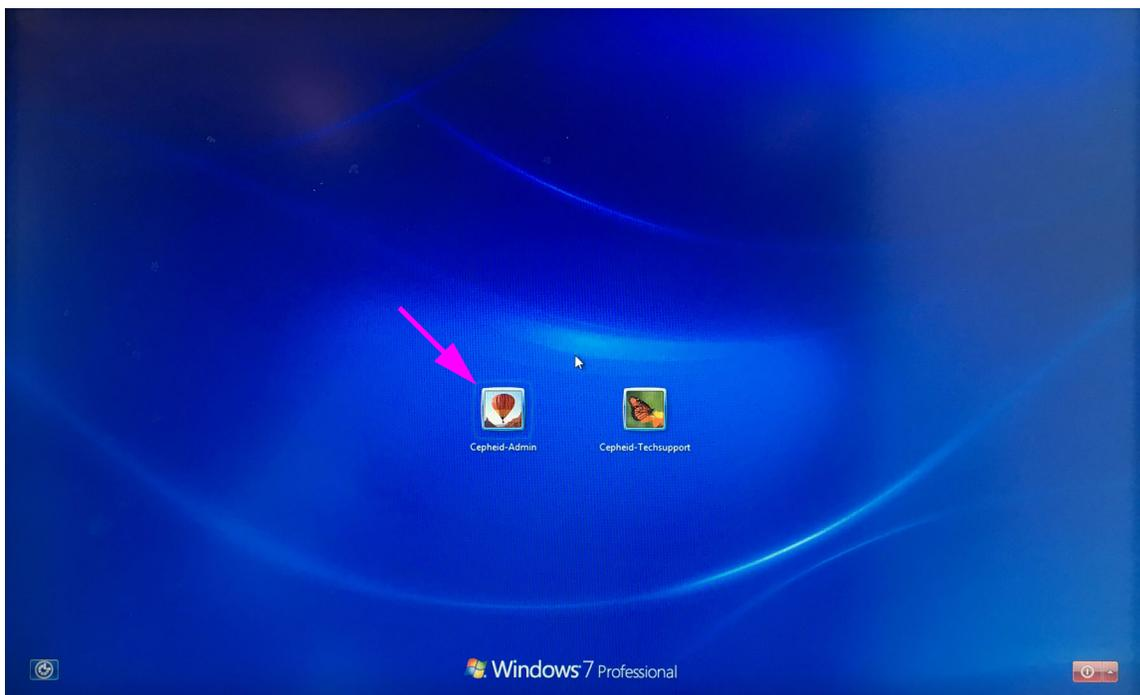
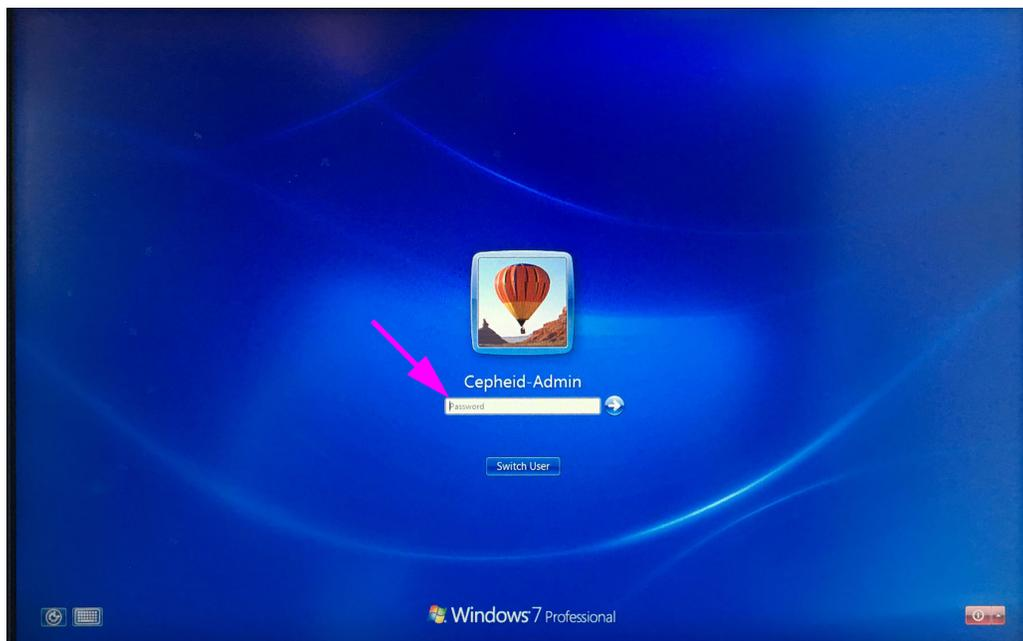

图 2-2. Windows 7 帐户屏幕
图 2-3. Windows 7 密码屏幕
1. 在 Windows 7 上，开机后将显示 Windows 帐户屏幕。请参见图 2-2。
**Cepheid-Admin** 帐户适用于所有客户任务，如运行测试、系统配置和软件更新。而 **Cepheid-Techsupport** 帐户仅供 Cepheid Technical Support 使用，如 图 2-2 中所示。
2. 在 Windows 帐户屏幕上，选择 **Cepheid-Admin** 用户帐户（请参见图 2-2）。出现 Windows 密码屏幕。请参见图 2-3。
3. 在 Windows 密码屏幕（参见图 2-3）上，输入密码。默认密码为 **cphtd** 并且必须在初始登录时更改（按照软件的指示）。密码由系统管理员更改后，输入分配的密码以供今后登录使用。显示 Windows 7 桌面屏幕。